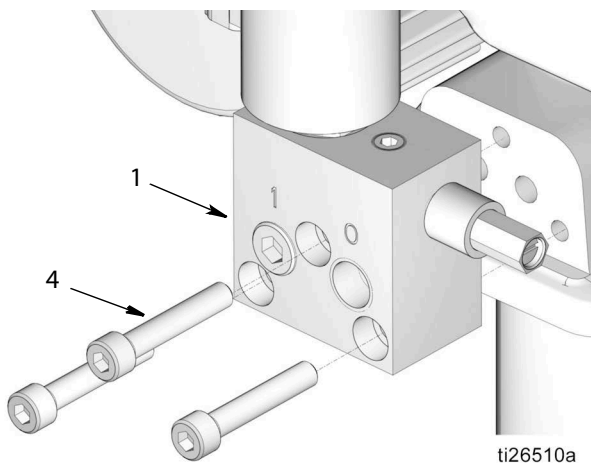

Рис. 5
8. Установите воздуховыпускной клапан (1) на насос с помощью трех винтов с головкой (4) из комплекта (Рис. 5). Прижмите воздуховыпускной клапан к насосу, чтобы при установке уплотнительные кольца оставались на месте. Затяните винты с усилием 17-19 футо-фунтов (23-26 Н.м).